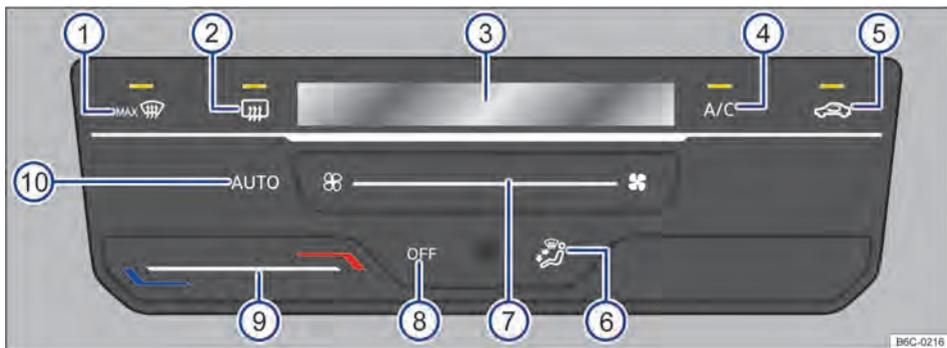

Fig. 83 Comandos do Climatronic.
- *Climatronic*: tocar na superfície de função OFF → Fig. 83 (8).
Ao tocar na superfície de função AUTO → Fig. 83 (10) é possível ligar o modo automático do Climatronic.
O modo automático garante temperaturas constantes no interior do veículo. A temperatura do ar, o volume de ar e a distribuição de ar são regulados automaticamente. O funcionamento automático se desliga quando a ventilação é alterada manualmente → Fig. 83 (7) ou com a alteração da distribuição de ar através da superfície de função → Fig. 83 (6).
- *Climatronic*: tocar na superfície de função A/C → Fig. 83 (4) para ligar e desligar o funcionamento da refrigeração.
- *Climatronic*: deslizar o dedo sob a superfície de função → Fig. 83 (9).
No display do Climatronic → Fig. 83 (3) é indicada a temperatura ajustada.
- *Climatronic*: deslizar o dedo sob a superfície de função → Fig. 83 (7).
- *Climatronic*: tocar na superfície de função ↻ → Fig. 83 (5).
- *Climatronic*: tocar na superfície de função → Fig. 83 (6) para posição desejada, a distribuição selecionada será indicada no display (3).
- *Climatronic*: tocar na superfície de função  → Fig. 83 ①.
- *Climatronic*: tocar na superfície de função  → Fig. 83 ②.